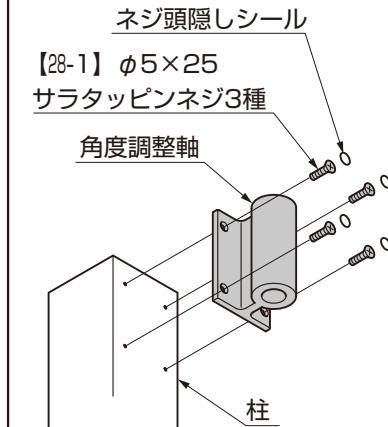

図4-17
- ④角度調整部品Aに角度調整部品Bを取り付けて角度調整軸にはめ込んでください。(図4-17参照)